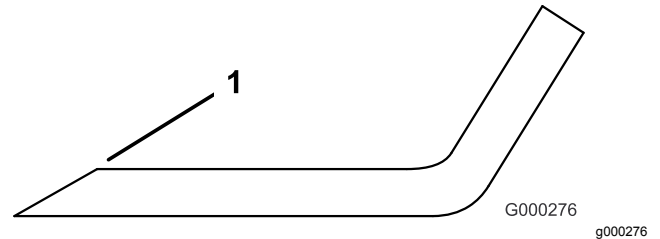

Figura 76
1. Utilice una lima para afilar el filo de corte en ambos extremos de la cuchilla (Figura 76).